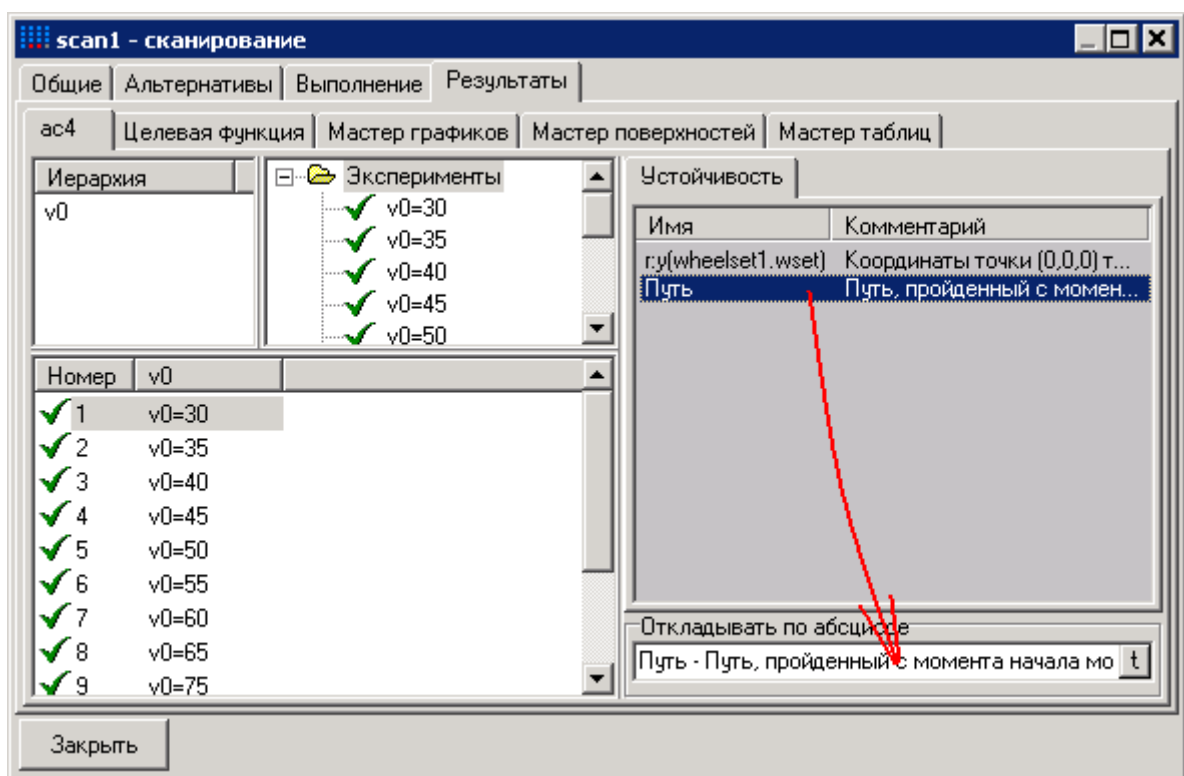

Рис. 3.17. Установить «путь» по оси абсцисс
2. Выберите переменную **Путь** в списке рассчитанных переменных на закладке **Устойчивость** и перетащите ее вниз в поле **Откладывать по абсциссе**, см. рис. 3.17.